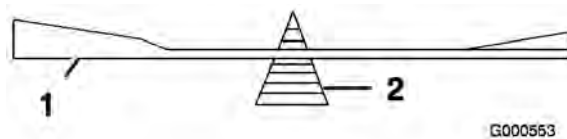

Figure 44
2. Vérifiez l'équilibre de la lame en la plaçant sur un équilibreur (Figure 44). Si la lame reste horizontale, elle est équilibrée et peut être utilisée. Si la lame est mal équilibrée, répétez la procédure d'affûtage du côté le plus lourd jusqu'à ce que la lame soit correctement équilibrée.